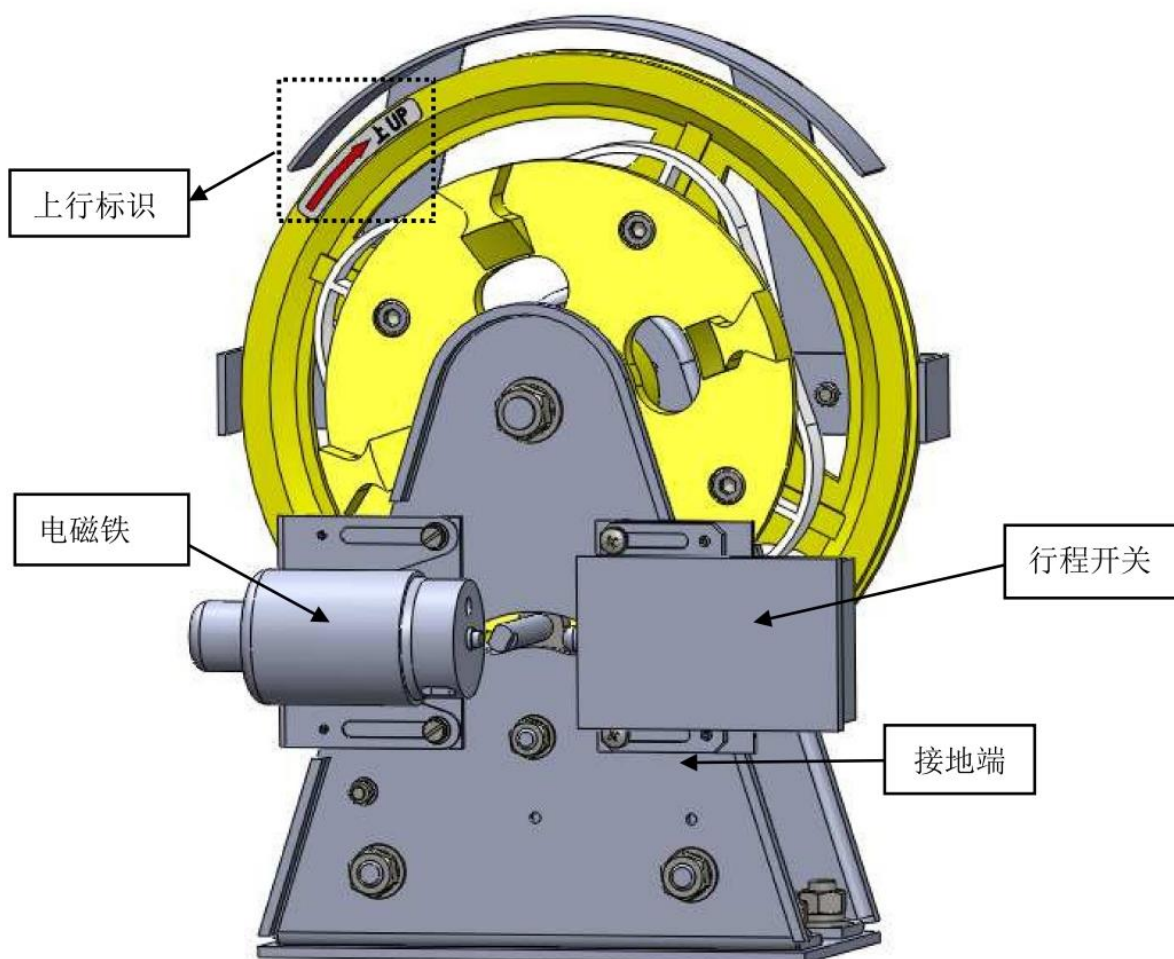

图 2
3. 限速器绳轮上的箭头方向为轿厢上行运行方向。(见图 2 中箭头所示)。